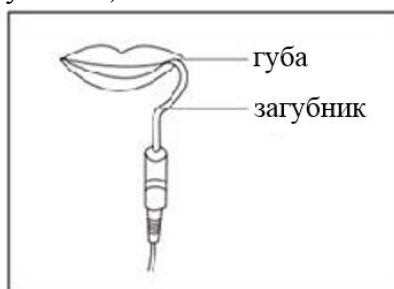

Рисунок 22
- 4.6.5 Зажмите ультразвуковой файл при помощи держателя файла (см. Рисунок 22). При достижении расстояния менее 2 мм до вершины апикального отверстия начнет издаваться непрерывный звуковой сигнал.